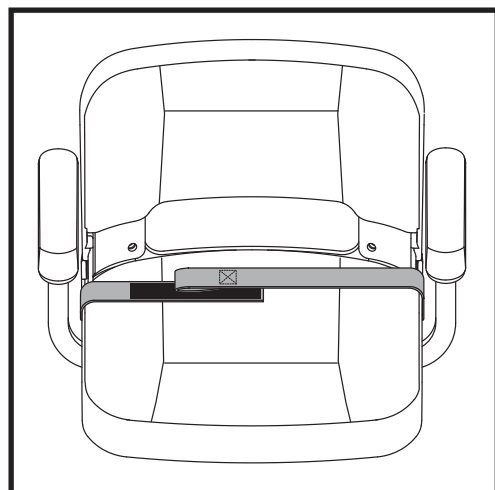

Figure 29. Ceinture de positionnement - Crochet réutilisable et boucle de fixation
1. Alignez les deux côtés de la ceinture en plaçant les deux bouts directement au-dessus du côté de l'attache ("crochet") du côté opposé de la ceinture. Pressez fermement ensemble pour attacher. **Voir la figure 29.**